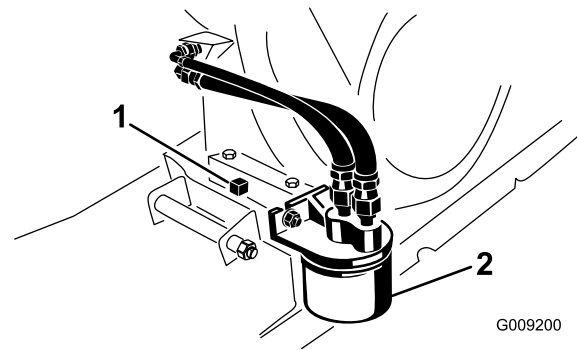

Рисунок 32
- Снимите пробку сливного отверстия и уплотнение (Рисунок 32).
- Снимите имеющийся масляный фильтр (Рисунок 32).
- Наверните новый фильтр на переходник фильтра, пока прокладка не коснется монтажной пластины, затем затяните фильтр еще на 1/2 – 3/4 оборота (Рисунок 32).